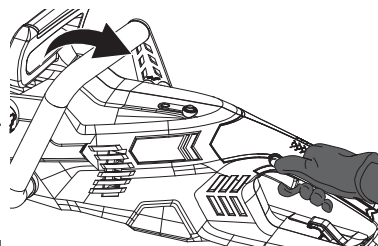

Fig. 20
4. Enfoncez le bouton marche/arrêt (18) pour allumer l'appareil (Fig. 20).